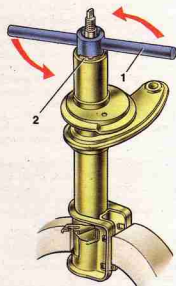

Рис. 4.11. Отворачивание гайки корпуса стойки: 1 – ключ 67.7811.9510; 2 – гайка
– отверните ключом 67.7811.9510 (рис. 4.11) гайку корпуса, выньте из корпуса стойки рабочий цилиндр в сборе со штоком и его деталями;